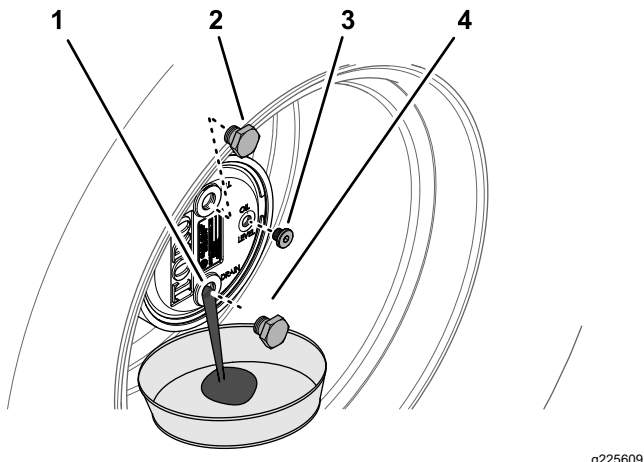

图 62
2. 取出 12 点钟位置的加油塞和 3 点钟位置的检查塞图 62。
3. 将放油盘放在行星齿轮毂下面取出 6 点钟位置的排油塞让油完全排出图 62。
5. 将排油塞安装到行星齿轮箱的排油孔中图 62。